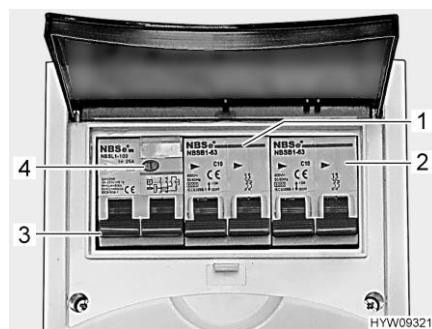

Fig. 147 Disjoncteur de protection de circuit et disjoncteur FI (coffret de fusibles 230 V)
Un disjoncteur différentiel (disjoncteur FI) (Fig. 147,3) dans le coffret de fusibles protège tout le véhicule contre le courant différentiel (30 mA).
Le disjoncteur de protection de circuit connecté en aval (10 A) (Fig. 147,1) protège les prises de courant de 230 V, le bloc électrique, le chargeur supplémentaire et le réfrigérateur.
Sur les véhicules possédant un équipement particulier tel que la climatisation dans le toit, un disjoncteur de protection de circuit supplémentaire (16 A) (Fig. 147,2) protège l'appareil.
- Lorsque le véhicule est raccordé à l'alimentation 230 V, appuyer sur la touche de contrôle (Fig. 147,4). Le disjoncteur différentiel (FI) doit se déclencher.